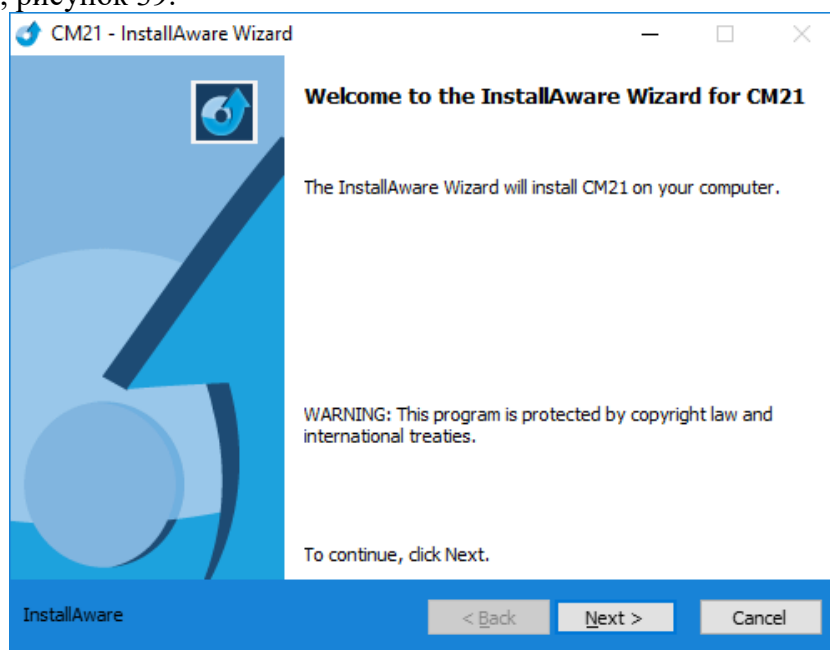

Рисунок 39
2. В открывшемся окне мастера установки программы необходимо нажать кнопку «Next», рисунок 39.